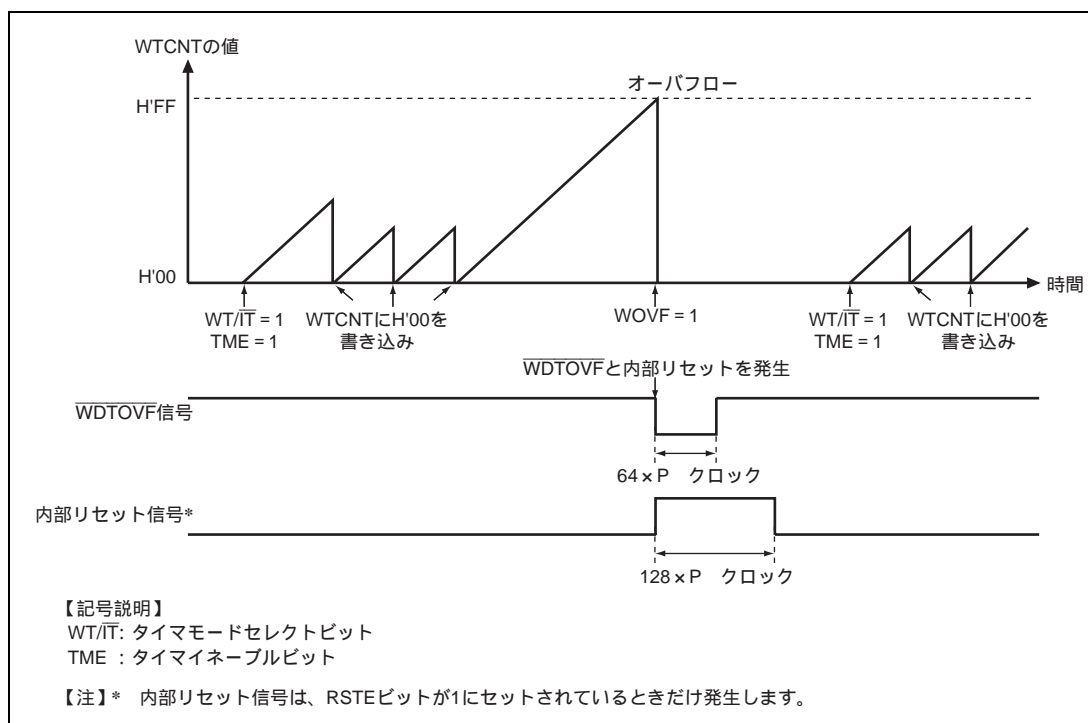

図 14.4 ウォッチドッグタイマモード時の動作
4. カウンタがオーバーフローすると、WDTはWRCSRのWOV $\overline{F}$ を1にセットして、 $\overline{WDTOV\overline{F}}$ 信号が外部に出力されます。これを図14.4に示します。この $\overline{WDTOV\overline{F}}$ 信号を用いて、システムをリセットすることができます。 $\overline{WDTOV\overline{F}}$ 信号は、 $64 \times P$  クロックの間出力されます。